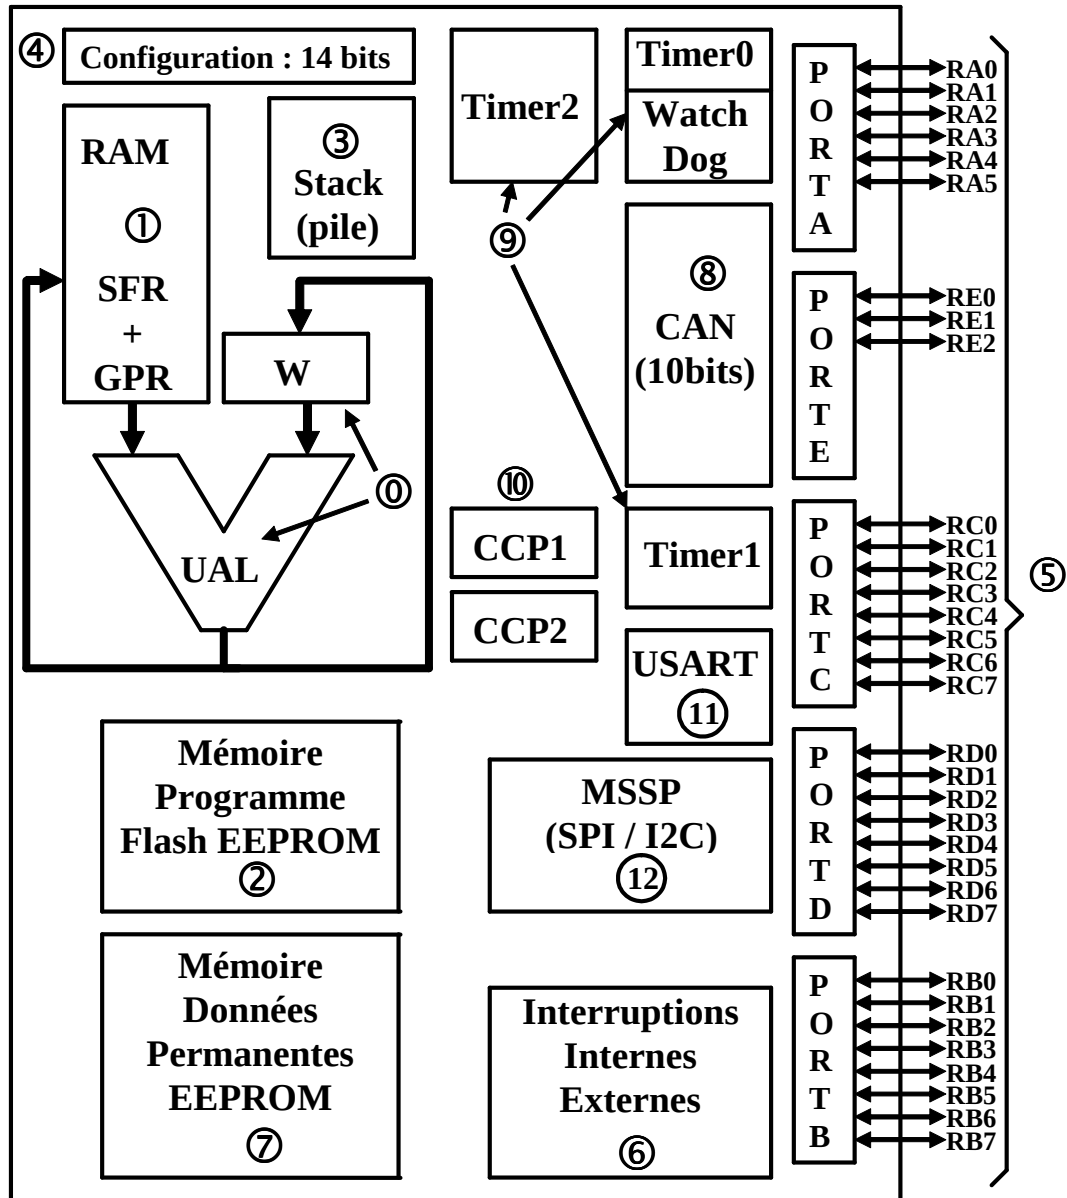

Figure II.4.
Par souci de simplification et de pédagogie, j'ai repris, avec le même repérage (①, ②, ③...) tous ces éléments internes sur le schéma de la figure II.4. ci-dessous :